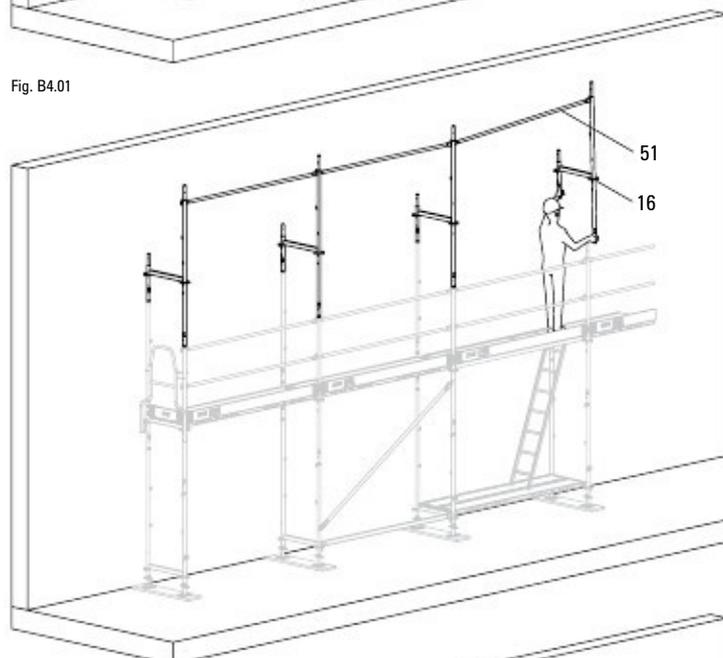

Fig. B4.02
2. Монтирайте Easy Frame (16) и парапета EPG (51) върху наличното скеле. (Fig. B4.02)